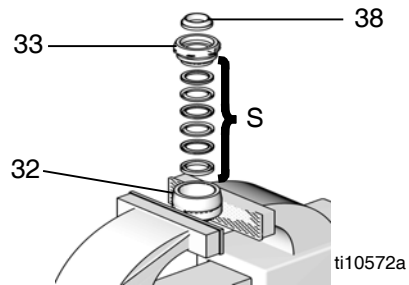

图 18
1. 给进料阀填料（S）涂抹润滑脂，将它们安装在阀（32）内。参见图 18。有关正确的进料阀填料配置，请参见填料配件包一节。
2. 使锥边面朝上，将进料阀密封（38）压到进料阀填料螺母（33）的凹槽中，直到其卡入就位。密封前缘应与填料螺母面齐平，或略微凹入。参见图 18。